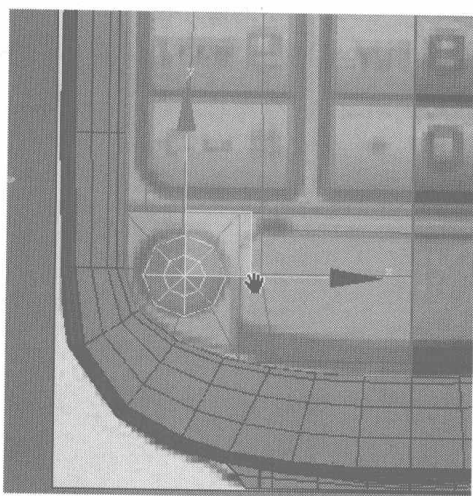
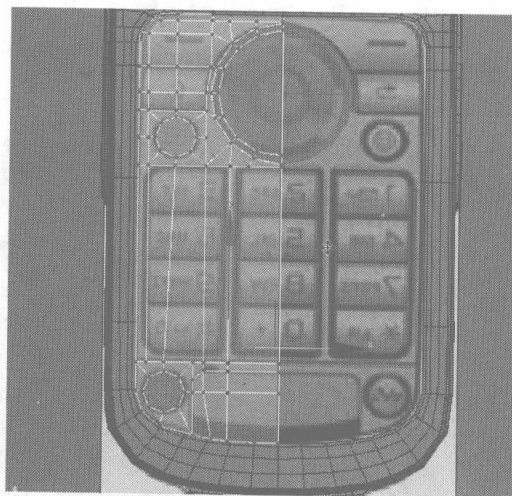

图 4.527
图 4.528
- 18** 将刚建立的圆柱体向下复制移动到如图 4.527 所示的位置，再切换为节点编辑，分别添加如图 4.528 所示的细分线。